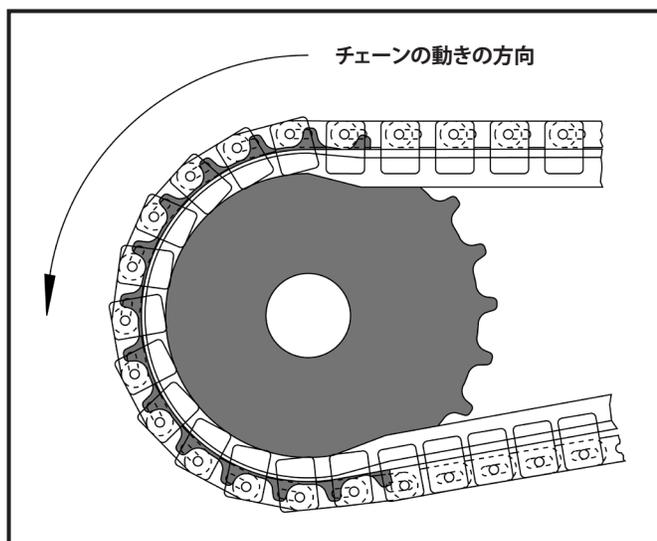

図29: MonoSpan®またはMultiSpan®チェーンでのスプロケットのかみ合わせ
- チェーンがコンベヤの駆動部に到達したら、駆動スプロケットをチェーンにかみ合わせます(図29および30-31ページ)。チェーン・リンクとスプロケットの歯がチェーンの幅全体でかみ合っていることを確認します。